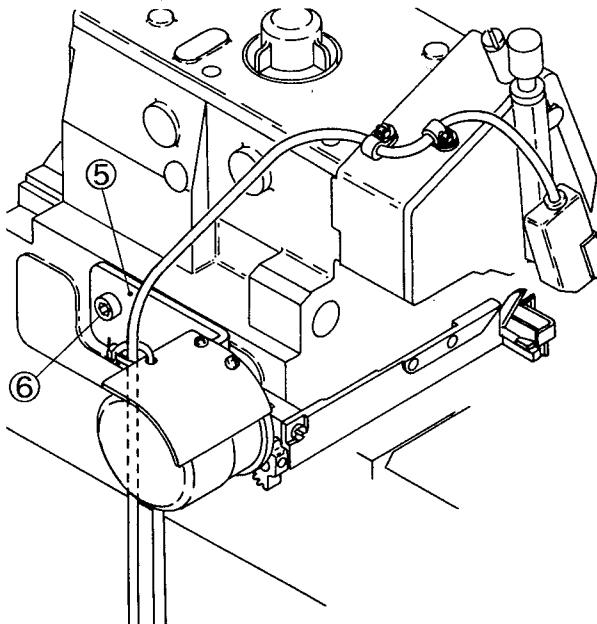

図9
- (3) 駆動ギヤ④と従ギヤ①にわずかなガタができるように、ソレノイド取付板⑤を止ネジ⑥2個で締める。(図9)